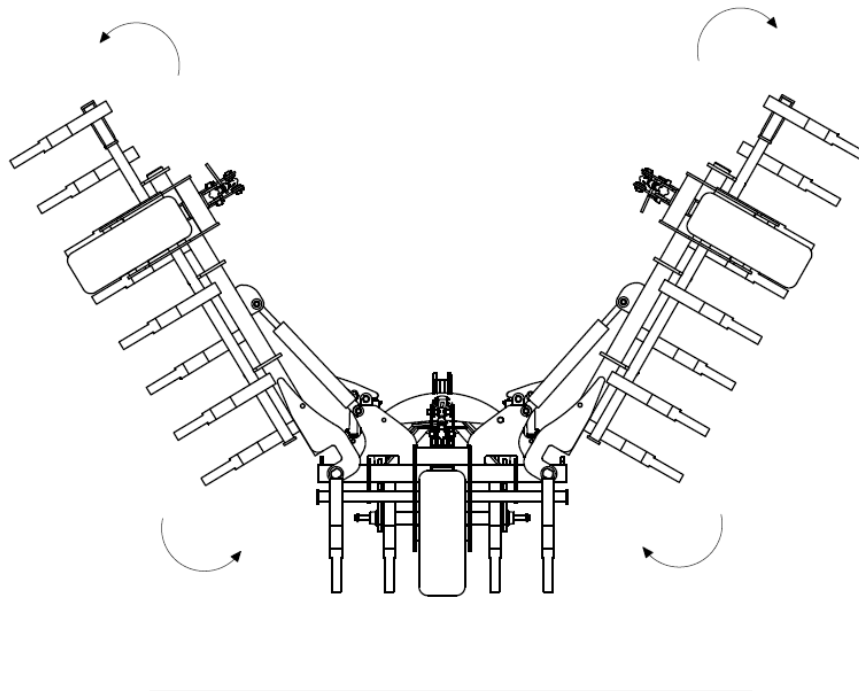

Fig. 6 Étapes du dépliage de la machine : la machine s'ouvre, les extrémités des bras latéraux sont à une hauteur convenable.
4. Lors du dépliage des bras, faire attention à la hauteur des bras et s'assurer que ses extrémités ne frapperont pas au sol (fig. 6).